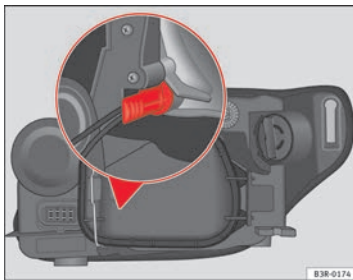

Abb. 213 Standlicht. Halter des Lampenträgers in senkrechter Stellung ►
- Die Glühlampe am Sockel so einsetzen, dass der Halter des Lampenträgers zur Wand in senkrechter Stellung bleibt \Rightarrow Seite 285, Abb. 213, und Druck auf den Sockel ausüben.